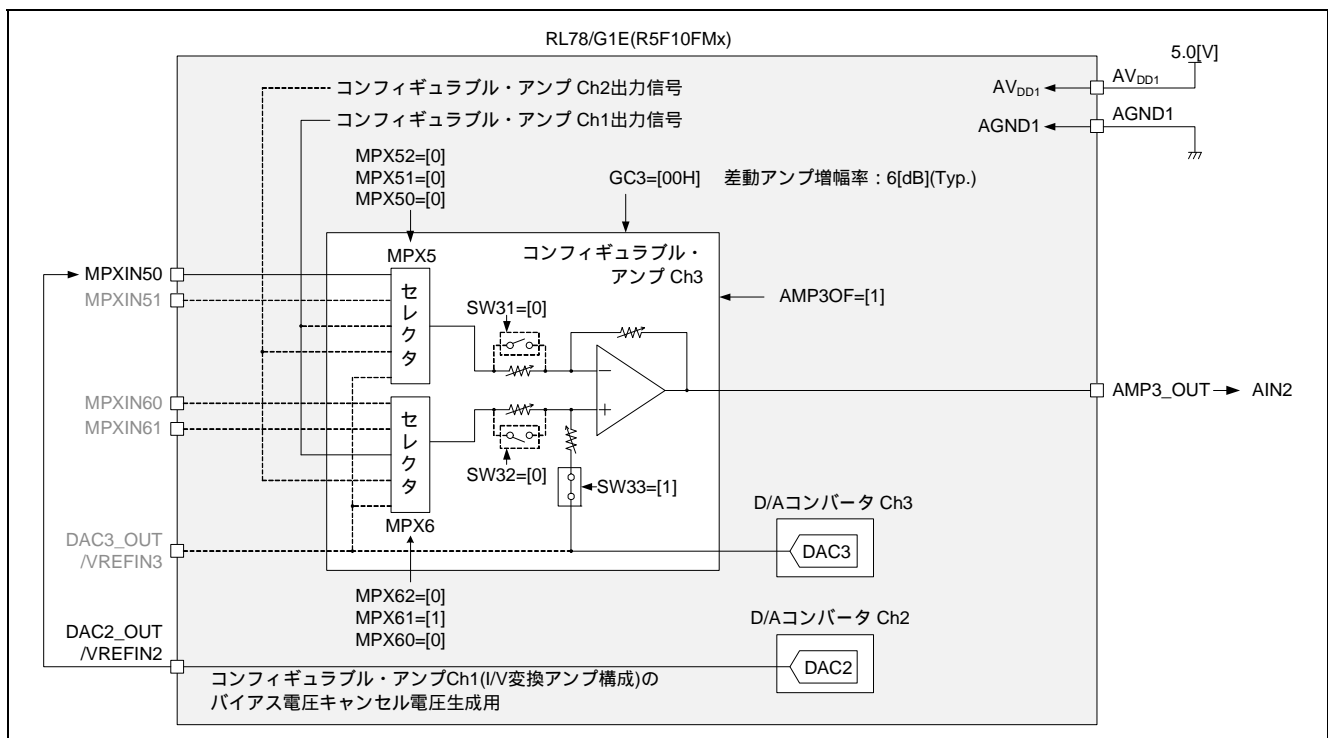

図 6.3 コンフィギュラブル・アンプ Ch3 (差動アンプ構成) のブロック図
- コンフィギュラブル・アンプ Ch3 を差動アンプ構成として使用する場合のコンフィギュラブル・アンプ Ch3 のブロック図を図 6.3 に示します。